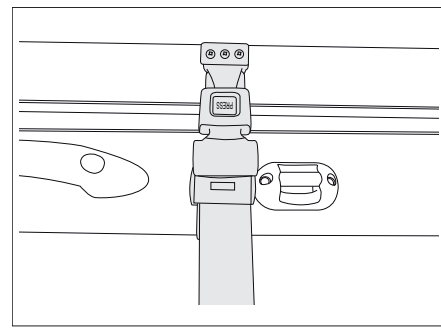

Bild 162 Sicherungsgurt Hubbett manuell
- Das Hubbett mit dem Sicherungsgurt am Dach sichern (Bild 162).